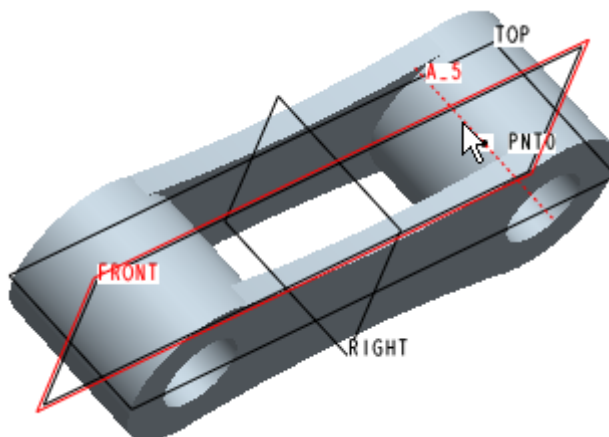

图 54-12
- (1) 单击  ,打开【基准点】对话框。按下 CTRL 键,选取基准轴 A_5 和基准平面 FRONT,如图 54-12 所示。